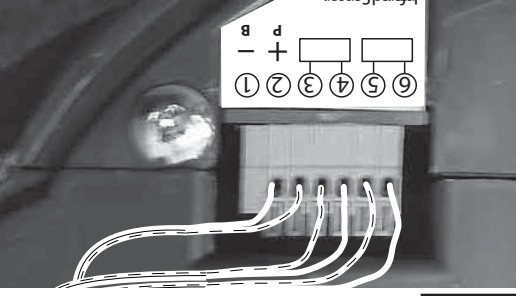

FIG. 4-8 Inserte los alambres (Caja de control con la tapa posterior no e muestra)
- Inserte el alambre en los agujeros terminales y oprima ligeramente en las pinzas de bloqueo de bloqueo.) Inserte los alambres blancos en los agujeros terminales 'pares' y los alambres estríados en los agujeros terminales 'nones' (Fig. 4-8).